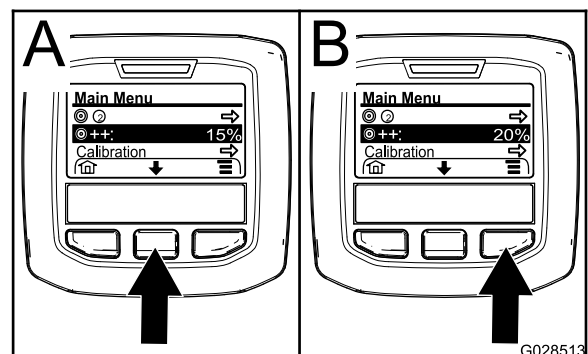

Figura 67
2. En caso necesario, pulse el botón de selección central para destacar el aumento del caudal de aplicación (Figura 67).
**Nota:** El icono para el aumento del caudal de aplicación mostrará dos signos de (+) a la derecha de una diana (Figura 67).
3. Pulse el botón de selección derecho (Figura 67) para elevar el porcentaje de aumento en incrementos del 5% (máximo del 20%).